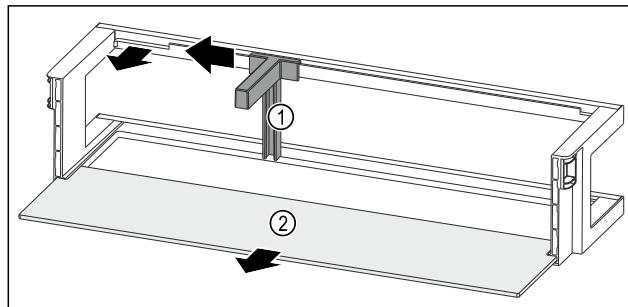

Fig. 116 Vratna polica z držalom za steklenice in odlagalno polico
- Držalo za steklenice Fig. 116 (1) potisnite povsem na stran do odprtine.
- Odstranite držalo za steklenice Fig. 116 (1).
- Odstranite polico za odlaganje Fig. 116 (2).